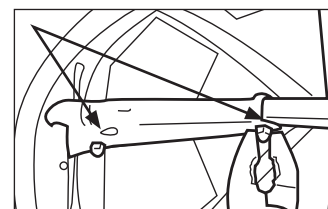

Figure 30
- Vous devrez utiliser des pinces pour retirer avec précaution les écrous borgnes (figure 30).